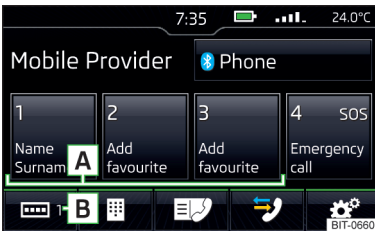

Abb. 209
- › Im Hauptmenü *Telefon* die gewünschte freie Funktionsfläche **A** » Abb. 208 bzw. » Abb. 209 antippen.
- › Zum **Wechsel der Speichergruppe** die Funktionsfläche **B** » Abb. 208 bzw. » Abb. 209 antippen.
- › Zur **Wahl** die belegte Funktionsfläche **A** » Abb. 208 bzw. » Abb. 209 antippen.
- › Im Hauptmenü *Telefon* die gewünschte Funktionsfläche **A** » Abb. 208 bzw. » Abb. 209 halten.